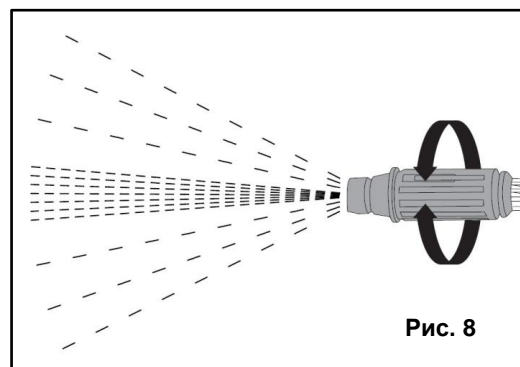

Рис. 8
- Прокрутите форсунку другой рукой (См. Рис. 8).